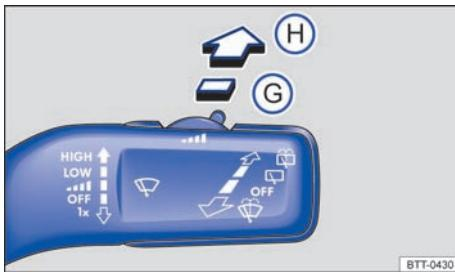

图 101 操纵后窗玻璃刮水器
关闭并重新打开点火开关后以及启动发动机后，在车窗玻璃刮水器操纵杆位于后窗玻璃间歇刮水位置 → 图 101 ⑥ 的情况下，后窗玻璃刮水器不立即启动，而是在前窗玻璃刮水器激活后，后窗玻璃刮水器才再次运行。这样可避免在干燥的车窗玻璃上刮擦。